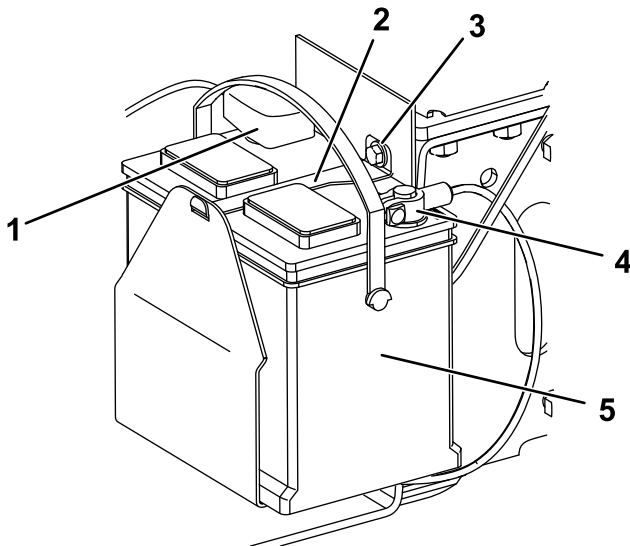

Figura 38
- Parafuso (3)
- Retire o parafuso, a anilha e a barra que fixa a bateria (Figura 38).
- Desligue o cabo negativo (preto) do pólo da bateria (Figura 38). Guarde todos os fixadores.
- Desligue o cabo positivo (vermelho) do pólo da bateria (Figura 38). Guarde todos os fixadores.
1. Utilizando os fixadores anteriormente retirados, instale o cabo da bateria positivo (vermelho) no terminal da bateria positivo (+) (Figura 38).
3. Utilizando os fixadores anteriormente retirados, instale o cabo da bateria negativo (preto) no terminal da bateria negativo (-) (Figura 38).
4. Prenda a bateria utilizando a barra, parafuso e anilha (Figura 38).